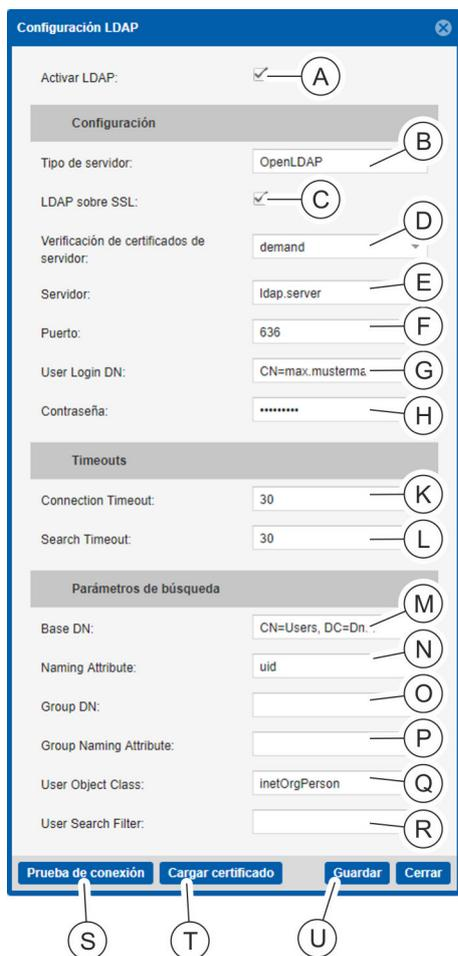

Fig. 148: Ventana "Configuración LDAP"
*En la versión actual, los campos de entrada “Group DN” (Fig. 148/Ⓜ), “Group Naming Attribute” (Fig. 148/Ⓝ) y “User Search Filter” (Fig. 148/Ⓟ) no se pueden utilizar aún.*
*Si es necesario, también se puede cargar un certificado en la PDU en los ajustes de LDAP (Fig. 148/Ⓣ).*
2. Haga clic en la casilla de verificación "Activar LDAP" (Fig. 148/A) para activar el servicio LDAP.
3. Seleccione el tipo de servicio de directorio utilizado en el menú de selección "Tipo de servidor" (Fig. 148/B).
4. Si es necesario, haga clic en la casilla de verificación "LDAP mediante SSL" para activar un LDAP seguro (Fig. 148/C).
5. Si es necesario, seleccione en el menú desplegable "Verificación de certificado de servidor" el nivel de verificación de certificado del servidor LDAP (Fig. 148/D).
6. Indique la dirección IPv4 o IPv6 o, como alternativa, el nombre de host del servidor del servicio de directorio (Fig. 148/E).
7. Introduzca el puerto para el servicio LDAP (el valor predeterminado es 389 para "LDAP" y 636 para "LDAP mediante SSL") (Fig. 148/F).
8. Para establecer la conexión con el servicio de directorio, introduzca el nombre de usuario (User Login DN) (Fig. 148/G) y la contraseña correspondiente (Fig. 148/H).
9. Para el establecimiento de conexión con el servicio de directorio, indique en caso necesario un valor de Timeout situado entre 1 y 60 segundos (por defecto, 30 segundos) (Fig. 148/I).
10. Para las búsquedas en el servicio de directorio, indique en caso necesario un valor de Timeout situado entre 1 y 500 segundos (por defecto, 30 segundos) (Fig. 148/J).
11. Para realizar una búsqueda en el servicio de directorio, indique el punto de partida (Base DN) (Fig. 148/K).
- 12.** ▶ En caso necesario, modifique el parámetro "Naming Attribute" (Fig. 148/Ⓐ). Si se selecciona un servidor del tipo "MS Active Directory", toma por defecto el valor "sAMAccountName" y, para "OpenLDAP", el valor "uid".
- 13.** ▶ En caso necesario, modifique el parámetro "User Object Class" (Fig. 148/Ⓑ). Si se selecciona un servidor del tipo "MS Active Directory", este toma por defecto el valor "user" y, para "OpenLDAP", el valor "inetOrgPerson".
- 14.** ▶ Compruebe la conexión al servicio de directorio con el botón "Prueba de conexión" (Fig. 148/Ⓒ).
- 15.** ▶ Confirme la introducción con el botón "Guardar" (Fig. 148/Ⓓ).